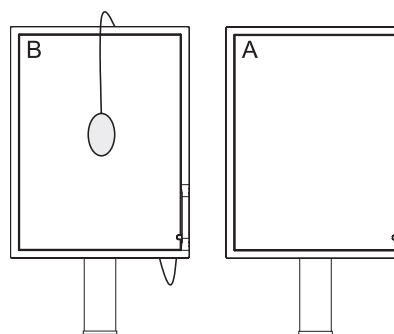

Figure 8
- Retirez le capteur USB de l'écran A source et placez-le au centre de l'écran B (**Figure 8**).